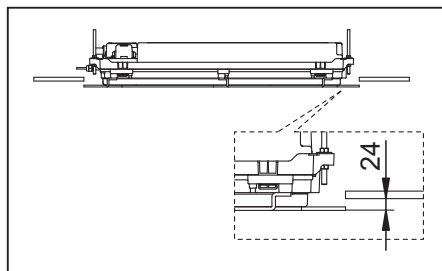

FIG. 18
- Verifique se a diferença de nível entre o lado inferior do teto e o lado inferior do gabarito de instalação é de cerca de aproximadamente 24mm (Fig. 18). A altura de elevação da unidade não estará correta se este requisito não for devidamente observado.